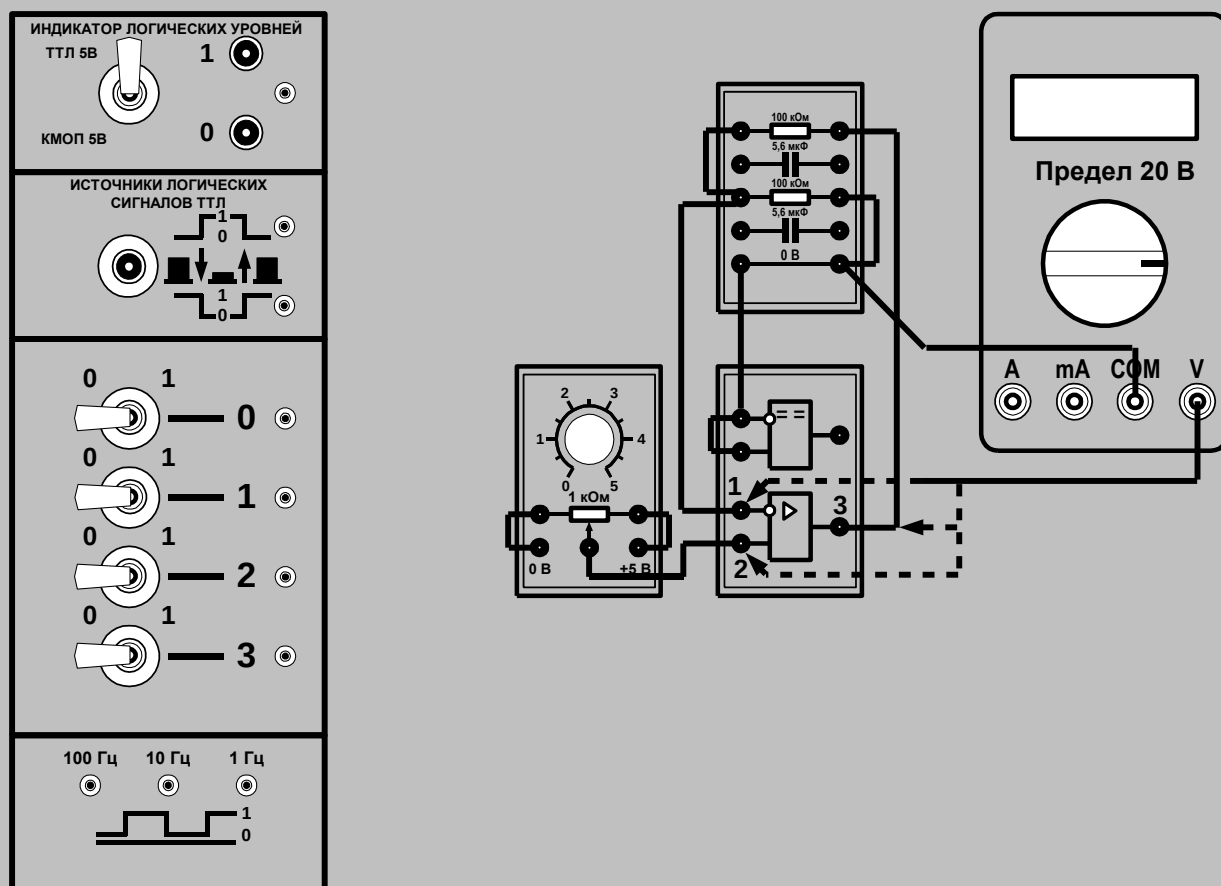

Рис. 4.1.3. Схема тестирования неинвертирующего операционного усилителя.
- Соберите тестируемую цепь (рис.4.1.3 или 4.1.4) на наборном поле блока испытания цифровых устройств А1.
- Вращая ручку переменного резистора по часовой стрелке, задайте и измерьте ряд напряжений на неинвертирующем входе усилителя (точка 2, рис. 4.1.3). Для каждого значения входного напряжения измерьте выходное напряжение усилителя (точка 3, рис. 4.1.3). Составьте таблицу результатов измерений и постройте график амплитудной характеристики операционного усилителя. Определите коэффициент усиления испытанного операционного усилителя с обратной связью на линейном участке характеристики.